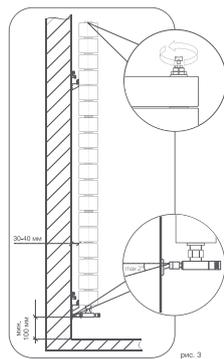

рис. 3
**1. Для эффективной работы радиатора необходимо соблюдать монтажные расстояния, указанные на рис. 3.**
**!** Во избежание аварии допустимо опломбирование оси коллектора радиатора от подводящих труб не более 2" (рис. 3).